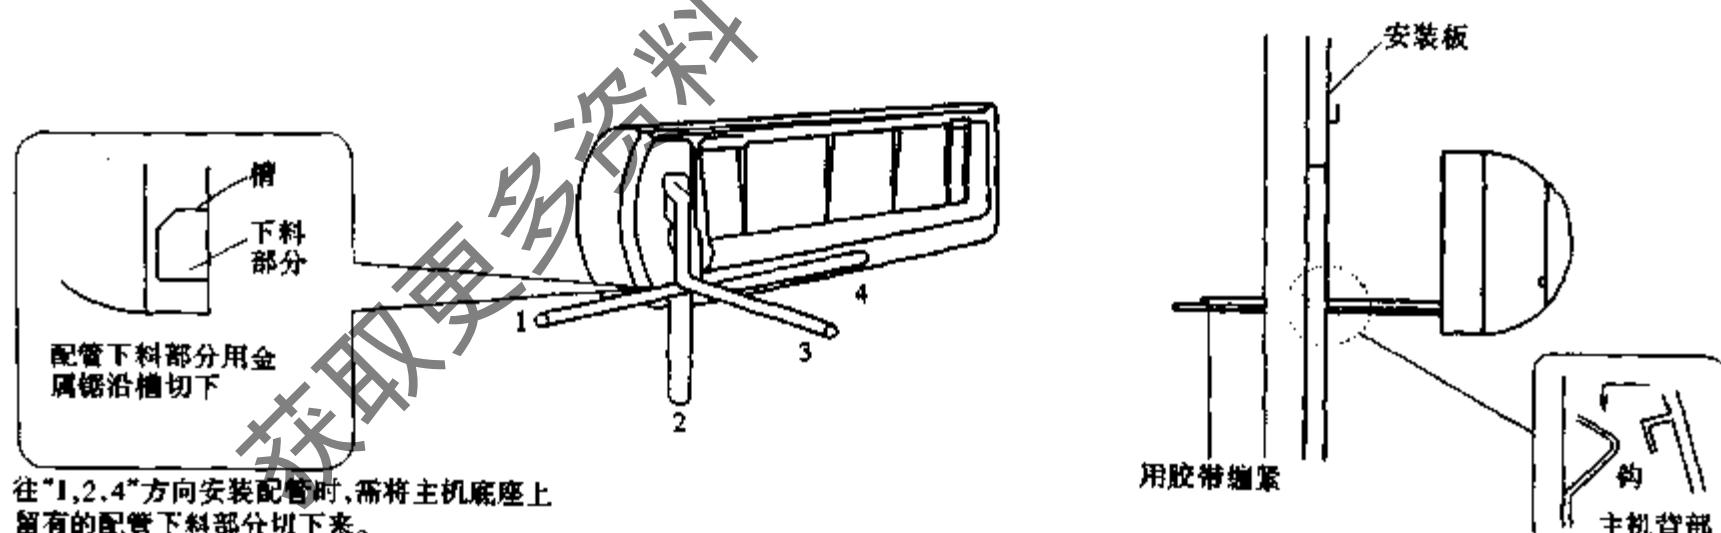

图 7-35 室内机配管方向的安装
- (1) 如图 7-35,往“3”方向安装配管时,一边往配管孔里插入配管和排水软管,一边把主机靠在安装板上。